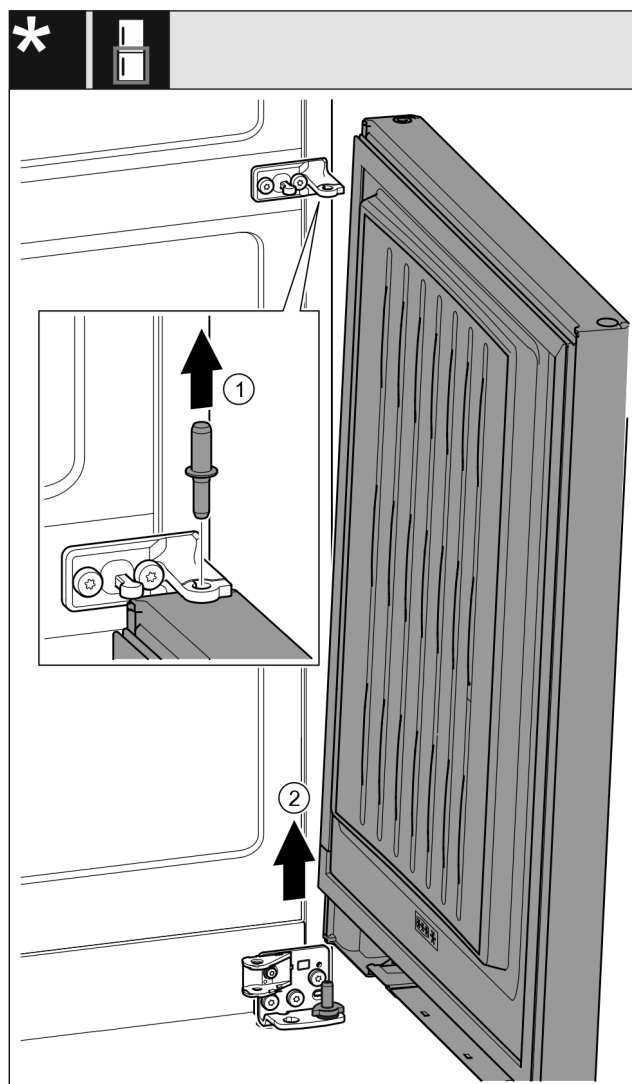

Fig. 23\*
- ▶ Extraer el perno hacia arriba. *Fig. 23 (1)\**
- ▶ Girar la puerta hacia fuera, tirar de ella hacia arriba y colocarla a un lado. *Fig. 23 (2)\**